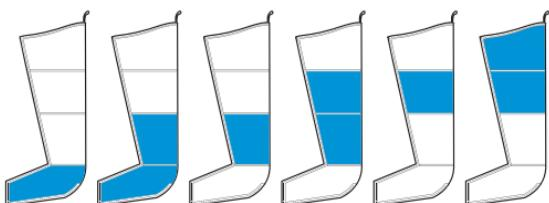

Abbildung 2 – ISO-Zyklusmodus
- Bis beide Kammern den eingestellten Druck erreicht haben und sich gleichzeitig entleeren, beginnt der Zyklus nach einer kurzen Pause erneut (siehe Abbildung 2).